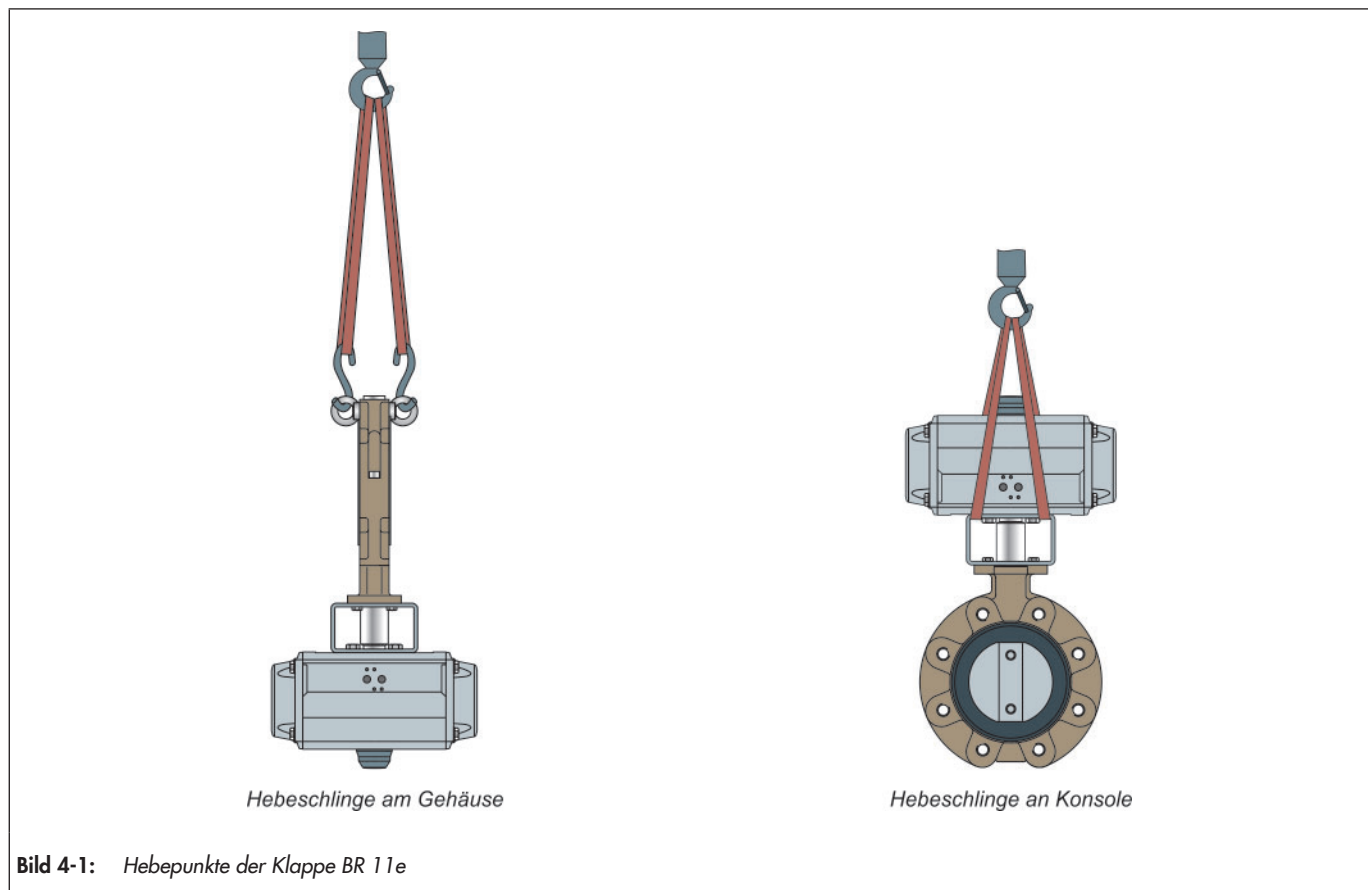

Bild 4-1: Hebepunkte der Klappe BR 11e
- ⇒ Als Tragmittel einen Haken mit Sicherheitsverschluss verwenden, damit die Anschlagmittel beim Heben und Transportieren nicht vom Haken rutschen können, vgl. Bild 4-1.
- ⇒ Je eine Hebeschlinge am Tragmittel (z. B. Haken) des Krans oder Gabelstaplers anschlagen, vgl. Bild 4-1. Dabei die Sicherheit, Tragfähigkeit und Länge der Hebeschlingen beachten.
- ⇒ Je eine Hebeschlinge an der Konsole und am Tragmittel (z. B. Haken) des Krans oder Gabelstaplers anschlagen, vgl. Bild 4-1. Dabei die Sicherheit, Tragfähigkeit und Länge der Hebeschlingen beachten.